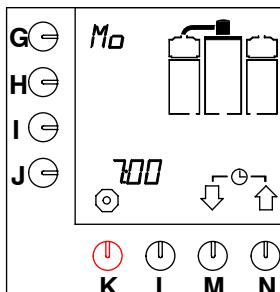

Fig. 11 Ejemplo de hora y fecha actuales
- El display mostrará durante un momento la fecha y hora actuales, por ejemplo, vea fig. 11 .
- El display muestra la fecha y hora actuales vea fig. 11 .
- El display mostrará durante un momento la fecha y hora actuales por ejemplo, vea fig. 11 .